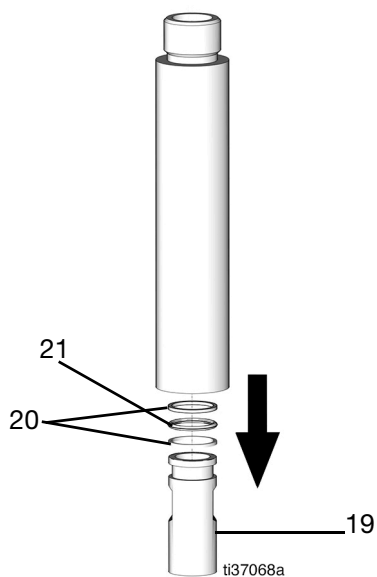

FIG. 41
- 24. Retirez la douille du piston (19) (FIG. 41).
- 25. Retirez les deux (2) bagues d'appui (20) et le joint torique (21) de la douille du piston (19) (FIG. 41).